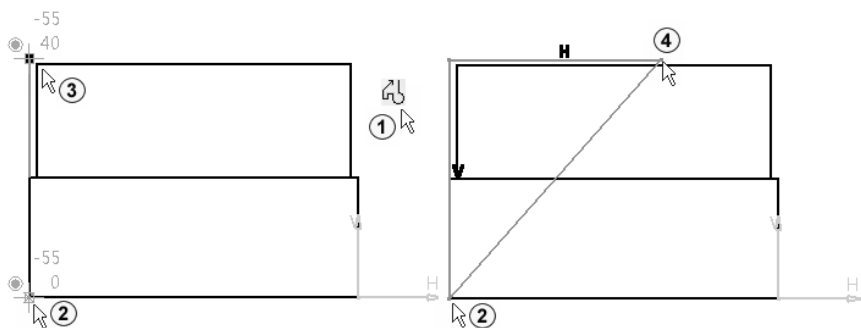

图 3-20 绘制直线
6) 单击“轮廓”按钮, 如图 3-20 中①所示。系统弹出“草图工具”工具栏并自动选中了“直线”按钮, 在工作区中捕捉到左下角点(出现符号)时按单击, 向上移动鼠标到出现符号时单击, 如图 3-20 中②③所示。然后水平向右移动鼠标到适当的位置后单击, 最后回到左下角点(出现符号)时单击, 如图 3-20 中④②所示, 按〈Esc〉键结束绘制状态。